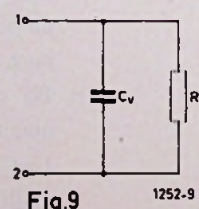

Fig. 9
a. Van het circuit tussen de klemmen 1 en 2 is in fig. 9 een vervangschema getekend. Druk  $C_V$  en  $R_V$  uit in  $C$  en  $R$ .
Deze admittantie moet gelijk zijn aan die van fig. 9. Hieruit volgt